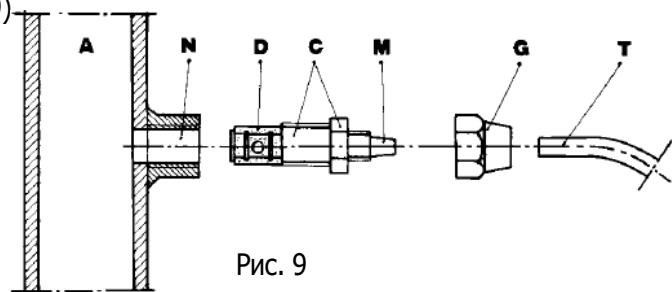

Рис. 9
g. - Виберіть найбільш підходяще місце для врізки в систему і встановіть в ньому коннектор (або трійник) з внутрішнім різьбленням 3/8 "(BSPm). Даний коннектор (або трійник) не входить в комплект поставки насоса. Вкрутіть в цей коннектор клапан вприску реагенту, як показано на рис. 9. Потім підключіть шланг скидання до клапану вприску і закрутіть гайку G. у даній ситуації клапан вприску реагенту також виконує функцію безповоротного клапана (за допомогою циліндричної муфти, встановленої на клапані вприску, виконаної з еластомеру Viton, що входить в стандартний варіант поставки насоса).
### 3.1. СХЕМА ВСТАНОВЛЕННЯ КЛАПАНА ВПРИСКУ (Рис.9)